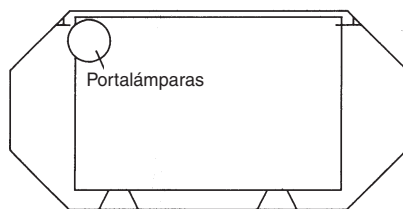

Fig. 7
- en el inserto de bañador en el portalámparas (fig. 7)